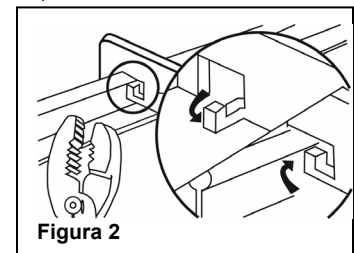

Figura 2
4. Localice las ranuras de la barra-T cerca de los extremos de la barra de ganchos colgantes, doble las proyecciones a un ángulo de 45 grados de la barra de gancho a cada extremo. Rompa las barras de gancho sobre las barras-T de techo para un ajuste seguro. (Vea Figura 2.)